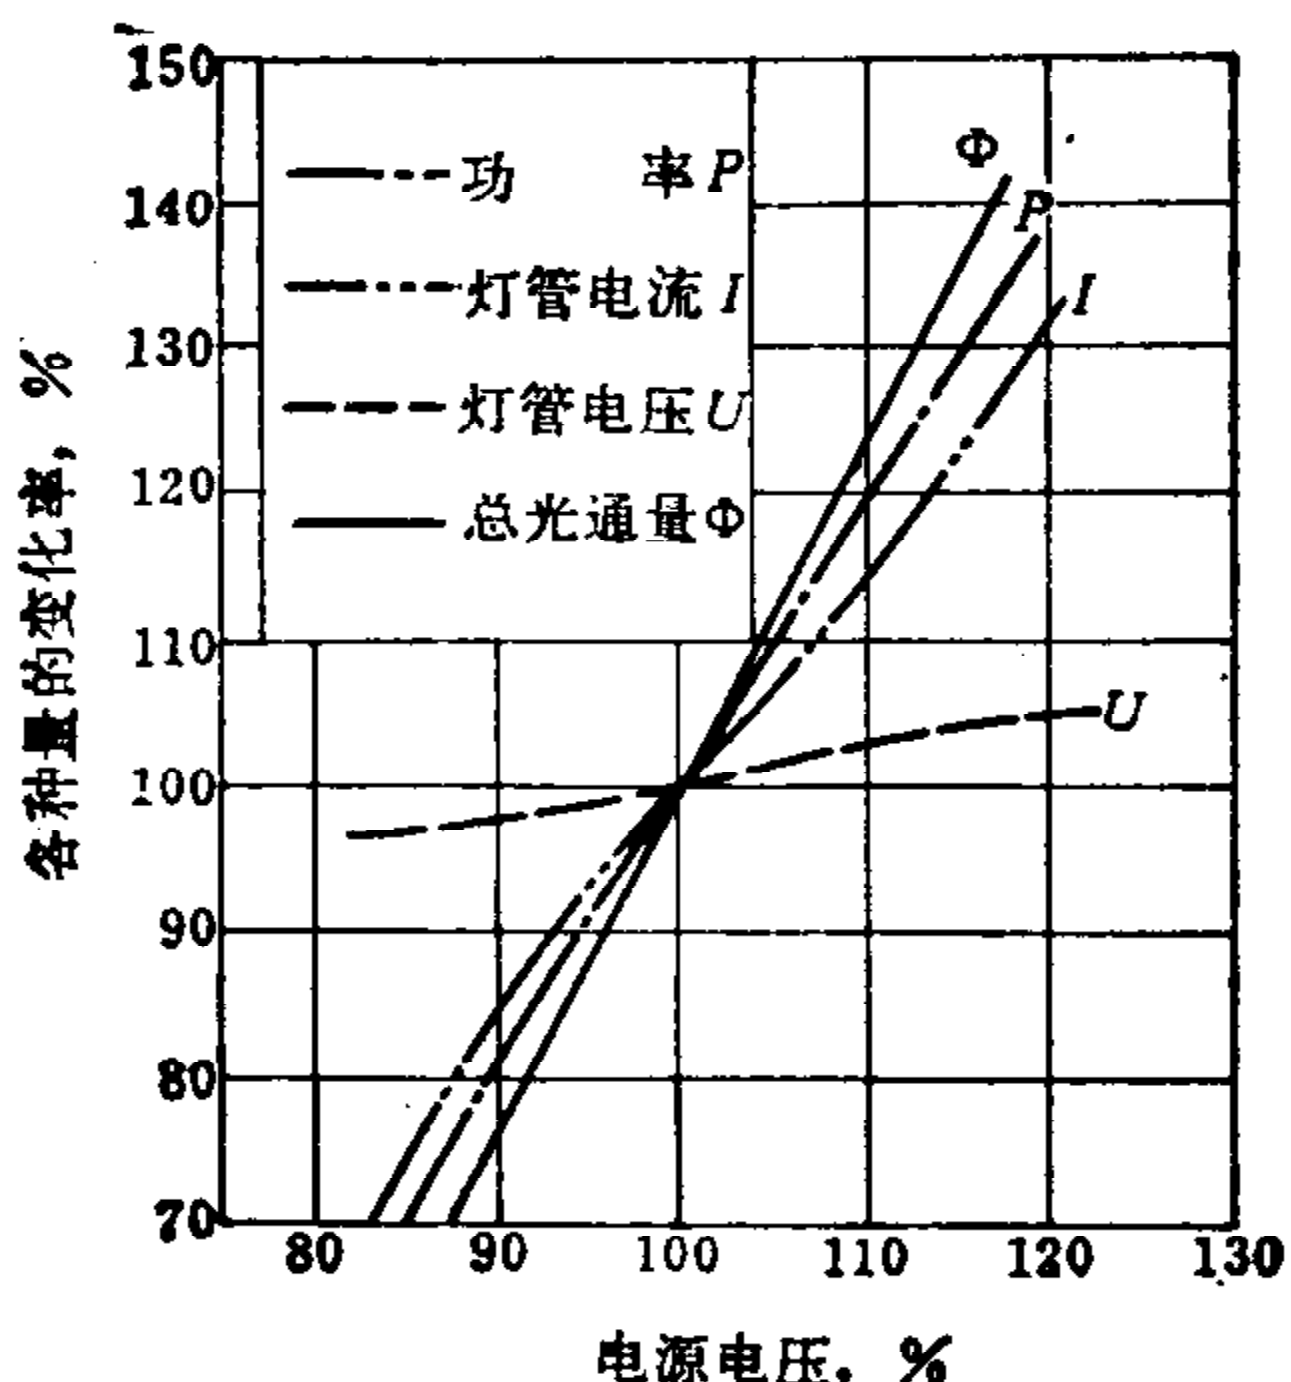

图 39-2-6 电源电压变化对 400 W 荧光高压汞灯光电参数的影响
(1) 电源电压如突然降低超过  $5\%$ ，可能造成灯泡自行熄灭。电源电压的变化对 400 瓦荧光高压汞灯光电参数的影响见图 39-2-6。
(2) 灯可在任意位置点燃，但水平点燃时，光通